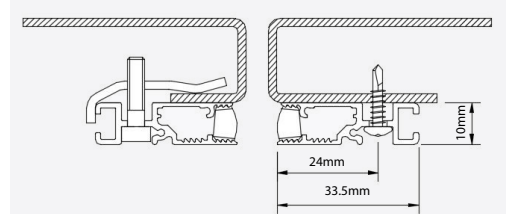

Abb. 1: E10 mit separat erworbener Befestigungs-Klammer (links) und Schneidschraube (rechts).
1. Installieren Sie die Detektoren mit dem mitgelieferten Befestigungsmaterial (siehe Abb. 1). Klammern müssen separat erworben werden (E10 803).